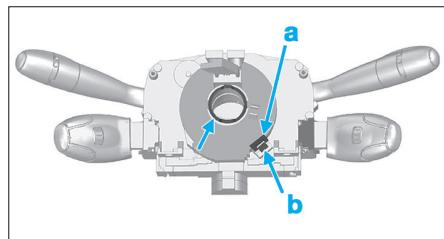

Fig. 4
- Le réglage est garanti par l'alignement de l'encoche (a) et de l'index (b) pour un produit de marque Delphi (Fig.4).
- Appuyer au centre du contacteur tournant (flèche) (Fig.4).
- Contrôler l'alignement de l'encoche (a) et (b) (Fig.4).